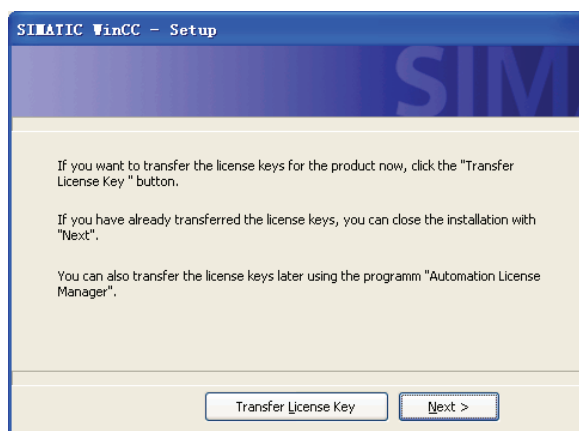

图 2-17 传递密钥
7) 按照提示进行下一步，WinCC 软件的安装是通过授权的，但一般安装时选择稍后传递密钥，单击“Next”，如图 2-17 所示。安装时间长短与计算机的配置有关，安装后重启计算机。